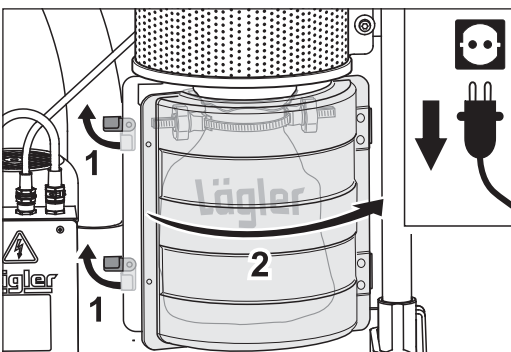

Abb. 10 Am Staubbeutelbehälter die beiden Verschlüsse nach oben drehen (1) und den Deckel aufklappen (2).
- 7 Drehen Sie am Staubbeutelbehälter die beiden Verschlüsse nach oben (Abb. 10, 1) und klappen Sie den Deckel auf (Abb. 10, 2).